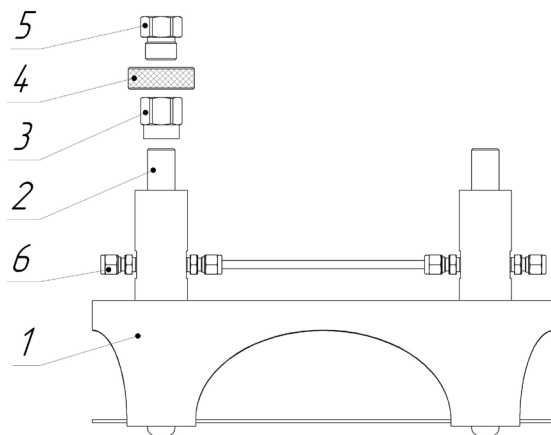

Рис. 1. Коллектор
4.1 Внешний вид и общее устройство коллектора показаны на Рис. 1.
4.2 Коллектор состоит из основания 1 (Рис. 1), выполненного из гнутого стального листа, на котором установлены стойки 2. Для присоединения к стойке манометра, на нее устанавливается гайка присоединительная 3. Для облегчения присоединения используется маховичок присоединительной гайки 4. Присоединение коллектора к прибору осуществляется с помощью трубки (стальной или пластиковой — в зависимости от назначения) и фитингов 6. Фитинга 6 два, один используется для присоединения коллектора к прибору, а второй — для возможного присоединения еще одного коллектора (второй фитинг имеет заглушку).